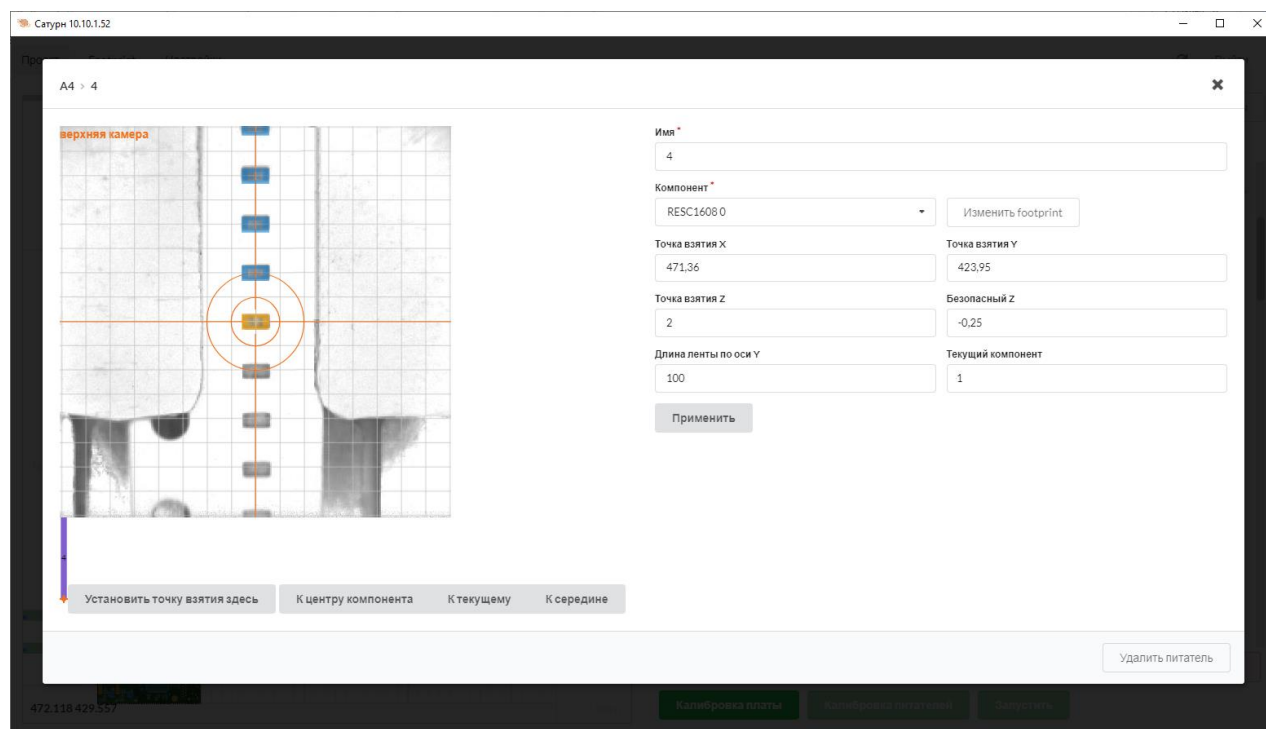

Рисунок 3.43 – Калибровка питателя из обрезков лент
- 1) Выставить мишень по центру первого компонента и нажать кнопку "Установить точку взятия здесь", Рисунок 3.43